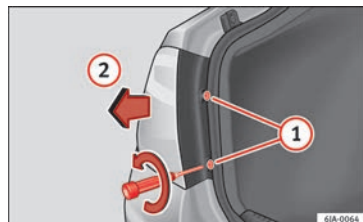

Abb. 98 Ausbau der Heckleuchte im Seitenteil
- Lösen und entfernen Sie mit einem Einsteck-Schraubendreher oder einem T20 Torx-Schlüssel (gegen den Uhrzeigersinn drehen) die beiden Befestigungsschrauben im vorderen Bereich der Leuchte » **Abb. 98** »
- ① Achten Sie darauf, die Schrauben nicht zu verlieren.
- Ziehe Sie die Heckleuchteinheit nach hinten (» Abb. 98 ②), bis die Heckleuchte sich aus der Aufnahme gelöst hat.